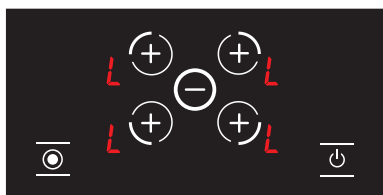

Abbildung 25
1. Wenn der Herd eingeschaltet und die Tastensperre aktiv ist, erscheint das Symbol **L** auf dem gesamten Bildschirm. (siehe Abb. 25) Wenn eine heiße Kochplatte vorhanden ist, werden die Symbole **L** und **H** abwechselnd auf dem Bildschirm angezeigt. Nur mit der **0** Taste kann der Herd ein- und ausgeschaltet werden.